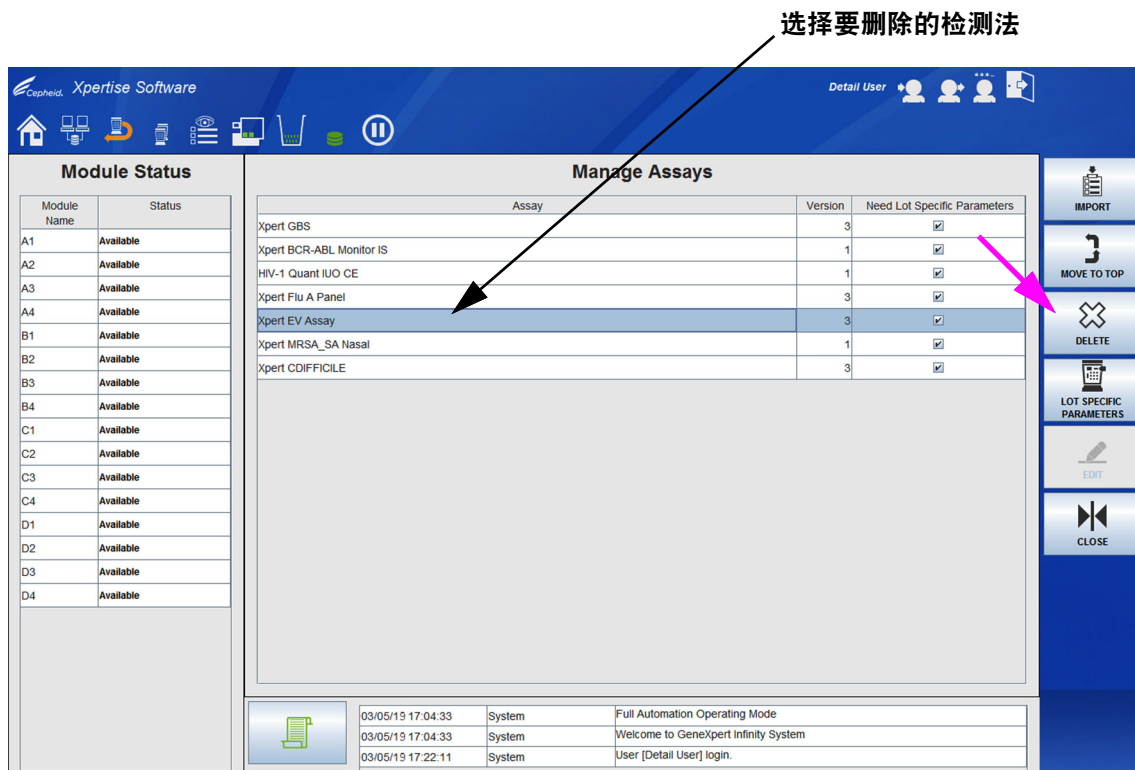
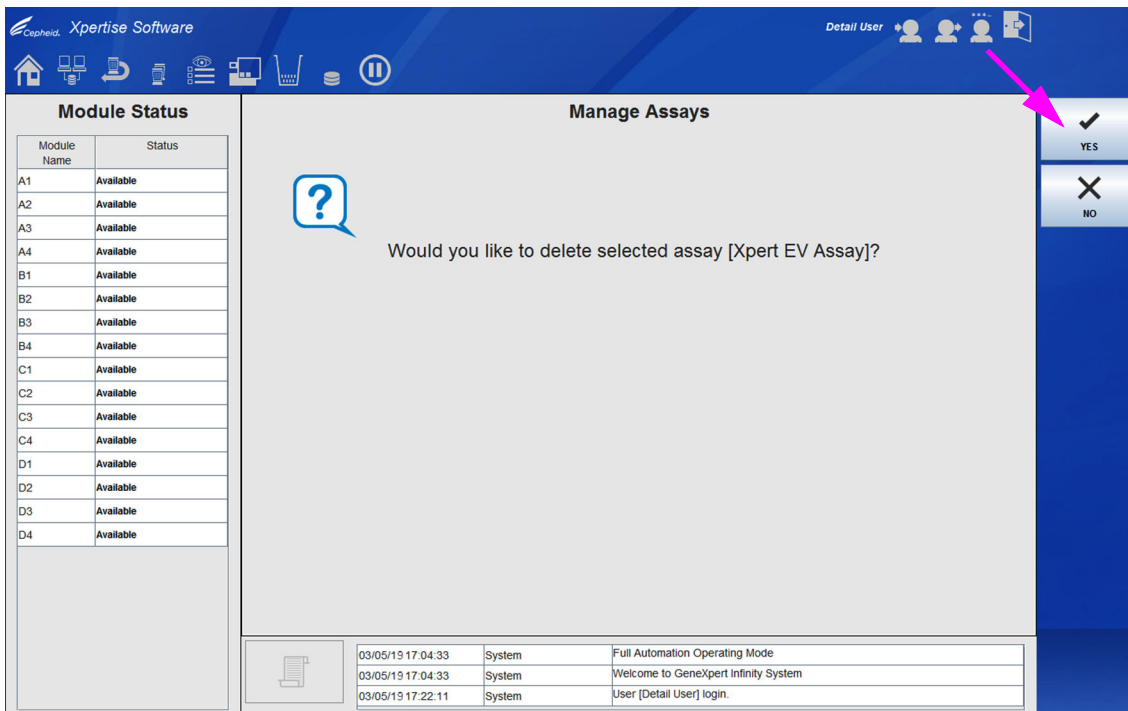

图 2-61. 从管理检测法 (Manage Assays) 工作区删除一个检测法
图 2-62. 管理检测法 (Manage Assays) 工作区确认
1. 在管理检测法 (Manage Assays) 工作区 (参见图 2-61)，选择要从检测法列表中删除的检测法名称，然后选择**删除 (DELETE)** 按钮。出现确认消息。请参见图 2-62。
2. 选择**是 (YES)** 按钮以删除检测法定义。请参见图 2-62。检测法定义文件会删除并从检测法的列表移除。